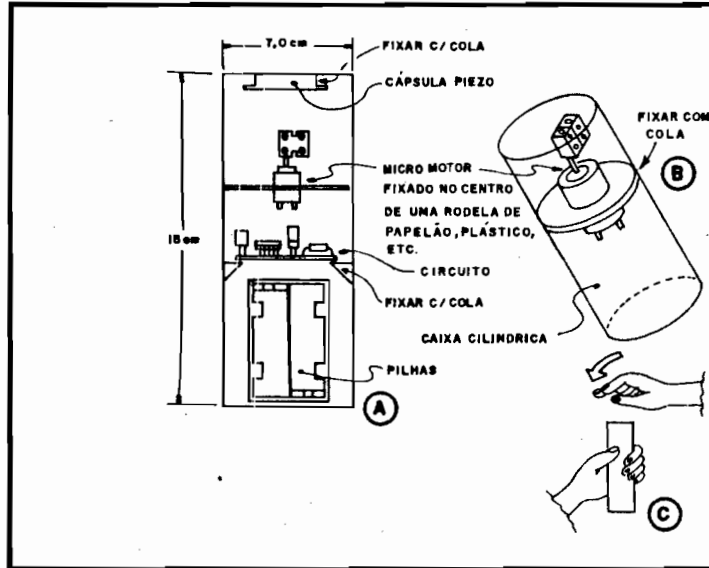

Fig. 6
O estágio final (e também importante...) da construção do POLTERGEIST está detalhado (em uma das suas muitas opções) na fig. 6. No caso, baseamos as instruções na escolha de um **container** cilíndrico (uma lata, por exemplo), porém, com pequenas variações e adaptações, outras formas de recipiente poderão ser facilmente usadas... Alguns pontos importantes, que devem ser observados:
- A cápsula de microfone deverá ser fixada (também com cola de **epoxy** - cuidado para que o adesivo não atinja a membrana do microfone, o que poderá inutilizar o componente, ou reduzir **muito** a sua sensibilidade à parte interna do topo da caixa ou lata. Dessa maneira (ver fig. 6-A e 6-C) as pancadinhas dadas à superfície do topo do **container** serão mecanicamente "comunicadas" ao microfone, com boa sensibilidade.